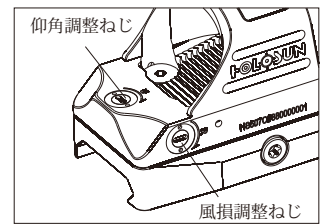

Fig 6
- 付属の①のタブ（図3-2参照）をターレットスロットに差し込んで調整することができます（図6参照）。